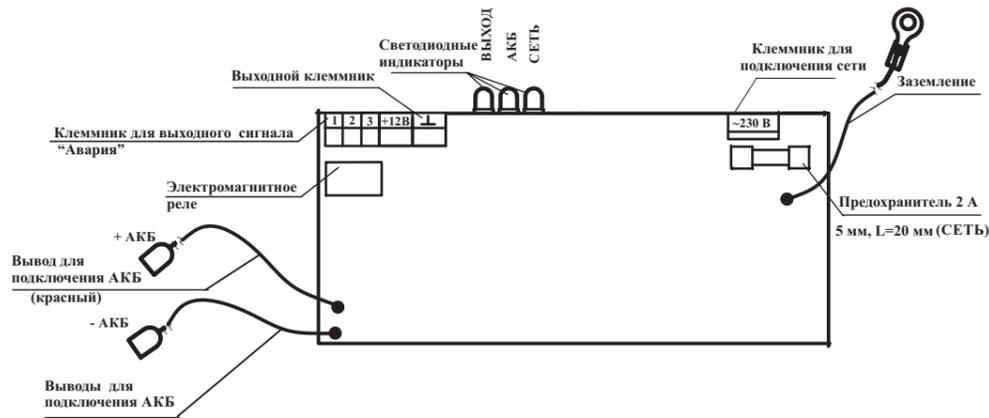

Рисунок 1 – Плата источника
6.4 Подключение соединений производить в следующей последовательности (рисунок 1):
При отсутствии АКБ измерение напряжения на выводах для подключения АКБ (рисунок 1) является некорректным и его величина не регламентируется. Напряжение ниже 10 В не считается неисправностью.